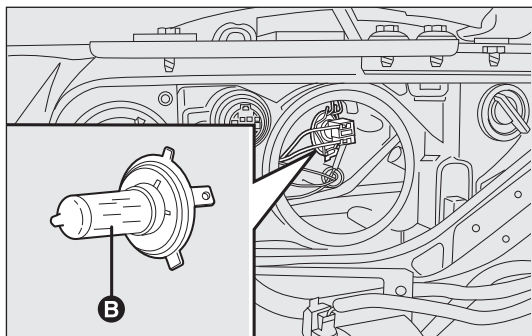

рис. 142
**ФАРЫ БЛИЖНЕГО СВЕТА – рис. 142**